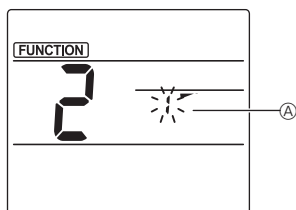

Fig. 3-2
- 2 Seleccione el número de deflector (Fig. 3-2) Pulse los botones **[▲]** para seleccionar el número de deflector **A** y, a continuación, pulse el botón **[SET]**.